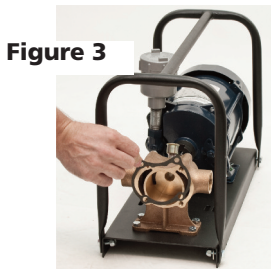

Figure 3
2. Retirez et jetez le joint. Voir Figure 3.